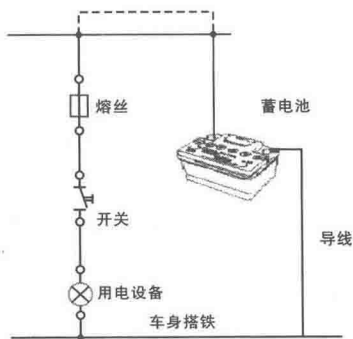

图 1-7 回路原则
② 掌握回路的原则
在电学中,回路是一个最基本、最重要同时也是最简单的概念,任何一个完整的电路都由电源、用电器、开关、导线等组成。一个用电器要想正常工作,总要得到电能。对于直流电路而言,电流总是要从电源的正极出发,通过导线,经熔断器、开关到达用电器,再经过导线(或搭铁)回到同一电源的负极。在这一过程中,只要有一个环节出现错误,此电路就不会正确、有效。例如:①从电源正极出发,经某用电器(或再经其他用电器),最后又回到同一电源的正极,由于电源的电位差(电压)仅存在于电源的正负极之间,电源的同一电极是等电位的,没有电压。这种“从正到正”的途径是不会产生电流的。②在汽车电路中,发电机和蓄电池都是电源,在寻找回路时,不能混为一谈,不能从一个电源的正极出发,经过若干用电设备后,回到另一个电源的负极,这种做法,不会构成一个真正的通路,也不会产生电流。所以必须强调,回路是指从一个电源的正极出发,经过用电器,回到同一电源的负极,如图 1-7 所示。
③ 熟悉开关的作用和状态